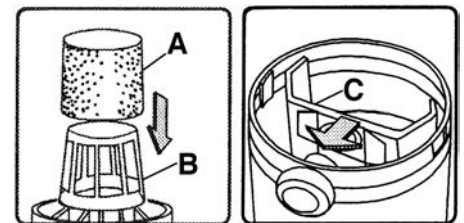

FIGURE 6
**Quand vous aspirez des matériaux secs**, pour assurer une filtration adéquate, le filtre en mousse devrait être utilisé pour aspirer des matériaux rudes faibles en poussières. Le filtre réutilisable devrait être utilisé ensemble avec le filtre en mousse, ou installez seulement le filtre-cartouche pour aspirer des matériaux rudes et poussières. Placez le couvercle/moteur assemblé en envers, glissez le filtre en mousse (A) Fig.6 ou le filtre-cartouche par dessus la cage (B). Si vous avez installer le filtre en mousse, glissez ensuite le filtre réutilisable par dessus le filtre en mousse. Maintenant le sac de poussière (C) doit être installé au bec intérieur dans la cuve. Placez le sac de poussière par dessus le bec intérieur, faite attention de ne pas endommager le sac de poussière pendant l'installation.
**Quand vous aspirez des matériaux humides**, pour assurer une filtration adéquate, le filtre en mousse doit être installé. Placez le couvercle/moteur assemblé en envers, glissez le filtre en mousse (A) Fig.6 par dessus la cage (B). Réinstallez le couvercle/moteur assemblé sur la cuve et fixez-le en place avec les deux verrous du couvercle.